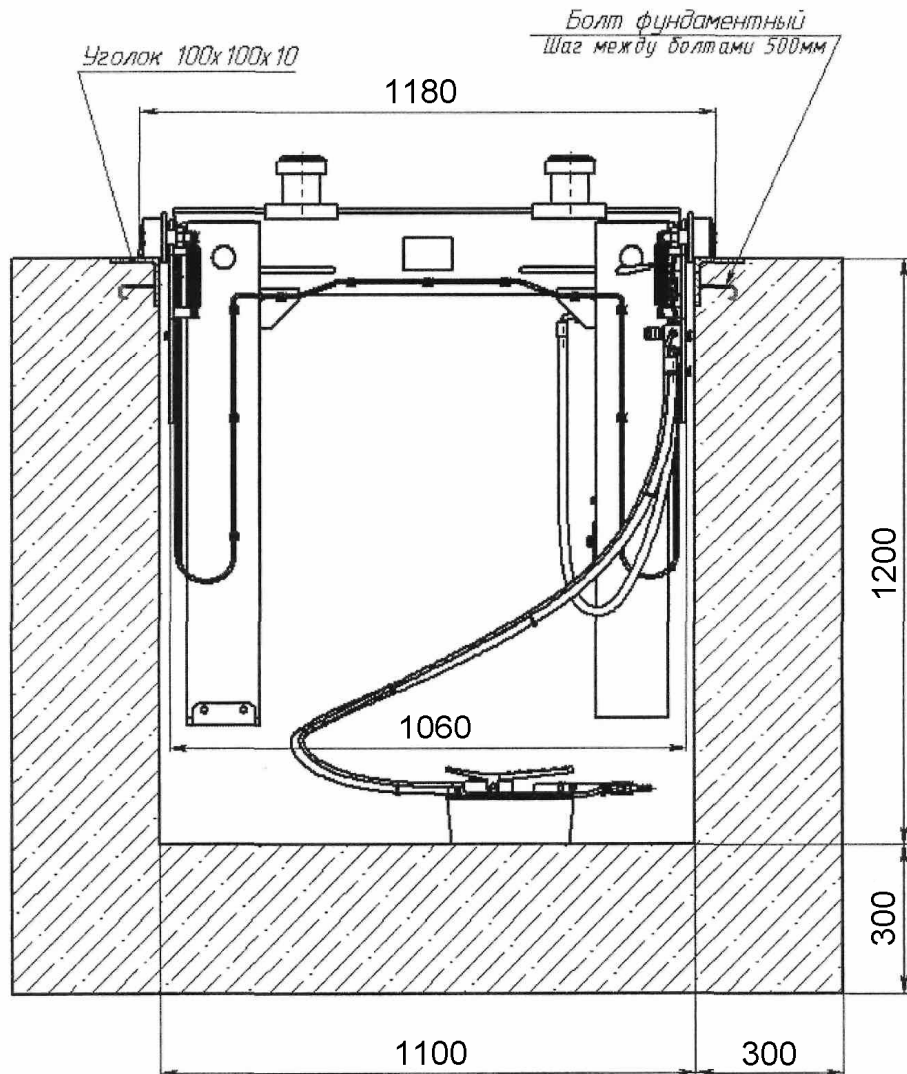

Рис. 2. Монтаж подъемника в канаве
6.1.1. Монтаж подъемника производится в соответствии с монтажным чертежом приведенным на Рис.2.